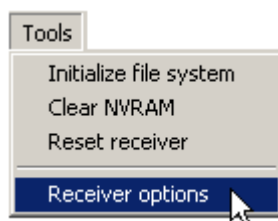

Рисунок 4-8. Выбор пункта меню Receiver options
2. Выберите пункт меню **Tools > Receiver Options (Инструменты > Опции приемника)**, см. рис. 4-8.